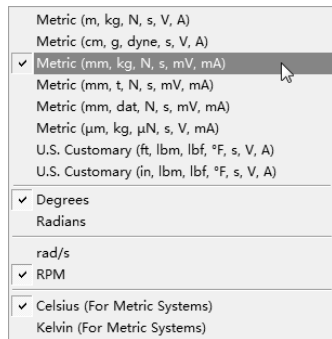

图 11-32 设置分析单位
2) 选择【Units】|【Metric (mm,kg,N,s,mV,mA)】命令，设置分析单位，如图 11-32 所示。